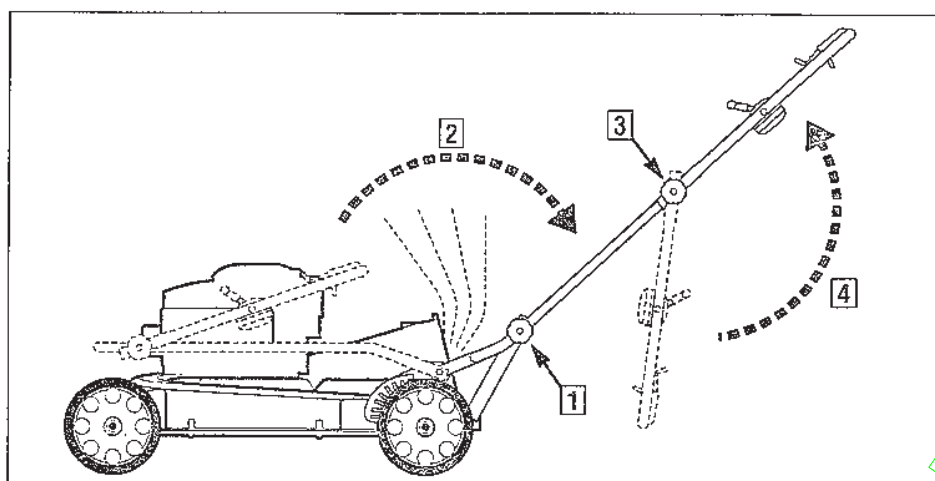

Figure 2-5: Dépliage du guidon.
1. Desserrez les deux molettes de réglage du guidon inférieur (1, Figure 2-5).
2. Dépliez délicatement la partie inférieure du guidon (2, Figure 2-5). Faites attention aux câbles pendant le dépliage et assurez-vous qu'ils ne sont pas pincés, entortillés ni trop tendus.
6. Desserrez les deux molettes de réglage du guidon supérieur (3, Figure 2-5).
7. Dépliez le guidon supérieur (4, Figure 2-5) et alignez-le par rapport au guidon inférieur. Faites attention à ne pas pincer, entortiller ni trop tendre les câbles lors du dépliage.